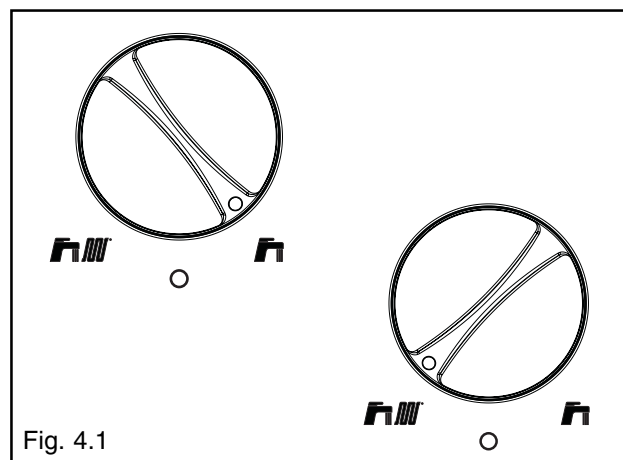
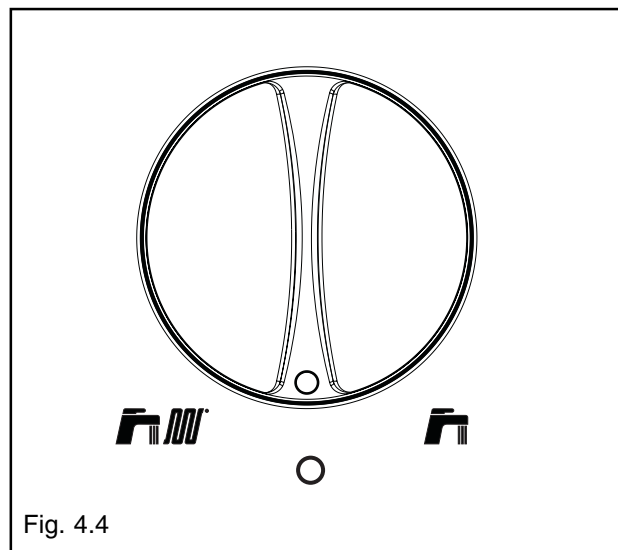

Fig. 4.1
Fig. 4.4
- posizionare il selettore di funzione su estate  o inverno  (fig. 4.1) a seconda del tipo di funzionamento prescelto.
Per riattivare il funzionamento, posizionare il selettore di funzione su off-reset (fig. 4.4), attendere 5-6 secondi e riportarlo quindi nella posizione desiderata: estate o inverno (fig. 4.1).